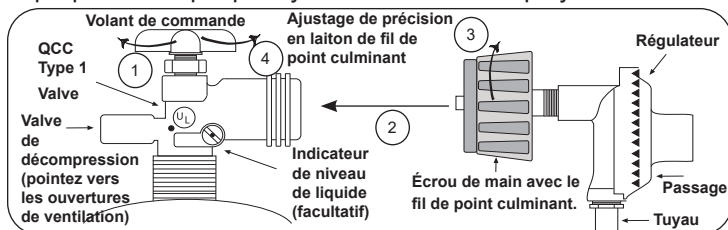

Fig. 6-1 Type coupleur de fil de point culminant d'I
- Le montage du régulateur de pression et le flexible (Fig. 6-1) fourni avec cet appareil au gaz en plein air (modèles au propane seulement) doit être utilisé. Assemblées d'origine et régulateur de pression et le tuyau de remplacement doivent être ceux spécifiés par le fabricant pour le raccordement d'un dispositif de cylindre de liaison identifiée comme de type I par le ANSI Z 21.58/CGA 1.6 (voir liste des pièces pour les informations de commande).
**Pour débrancher:** Tournez l'écrou de main dans le sens contraire des aiguilles d'une montre jusqu'à isolé (fig. 6-1).